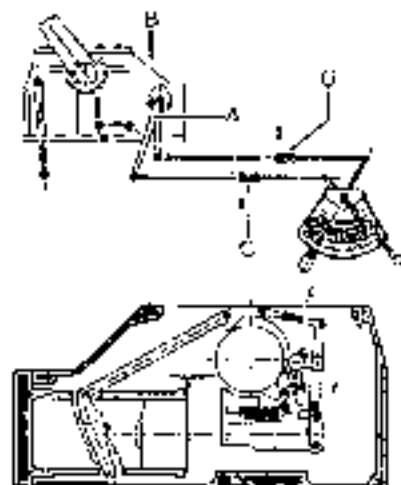

Fig. 221 - Schema di registrazione della Stazione Automatica di Controllo della trattoria **PANTHER**.
N.B.: In mancanza dell'attrezzo 5.9030.455.0 si può eseguire la registrazione della S.A.C. montando il coperchio ruotato di 180° (Fig. 221), in modo che la S.A.C. possa funzionare ed avere la possibilità di eseguire all'interno di essa le registrazioni previste.